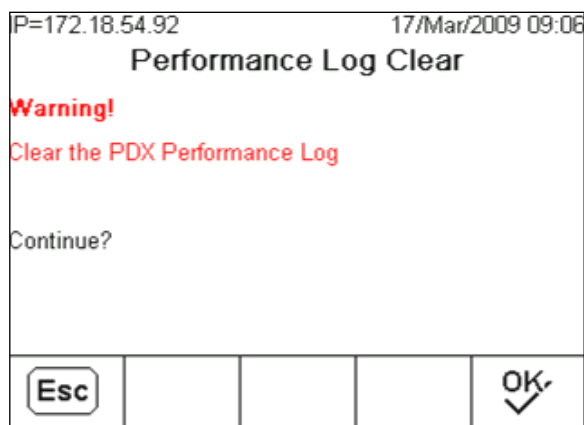

Figure C-46 : Écran d'effacement du journal des performances PDX
- Appuyez sur la touche programmable **CLEAR C** pour effacer les enregistrements du journal et réinitialiser le fichier journal. Un écran d'avertissement s'affiche (Figure C-46), demandant une vérification. Appuyez sur la touche programmable **ÉCHAPPER Esc** pour annuler l'opération ou sur la touche programmable **OK** pour la confirmer.